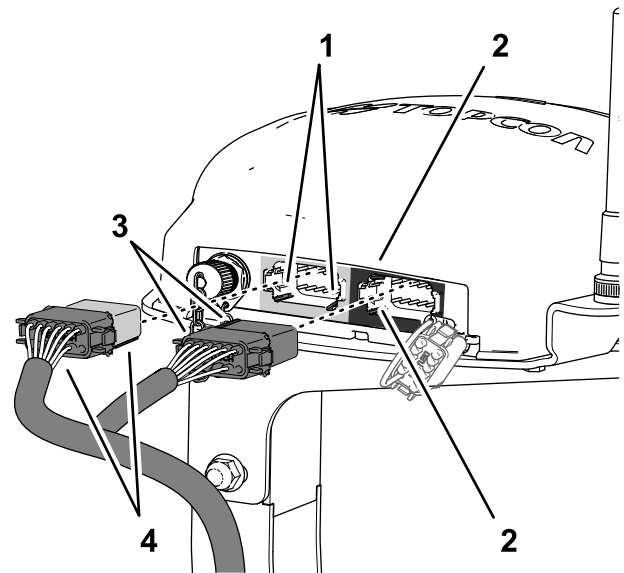

Figura 197
- Alinhe as duas abas no lado comprido do conector de 12 tomadas cinzento e preto da cablagem dos dados com as duas ranhuras para abas na parede horizontal inferior do conector de 12 pinos esquerdo (cinzento) do recetor de navegação (Figura 197).
- Ligue o conector de 12 tomadas cinzento e preto da cablagem dos dados ao conector de 12 pinos esquerdo (cinzento) do recetor de navegação até o conector ficar preso com firmeza (Figura 197).
- Alinhe as duas abas no lado curto do conector de 12 tomadas preto da cablagem dos dados com as duas ranhuras das abas na parede vertical esquerda do conector de 12 pinos direito (preto) do recetor de navegação (Figura 197).
- Ligue o conector de 12 tomadas preto da cablagem dos dados ao conector de 12 pinos esquerdo (preto) do recetor de navegação até o conector ficar preso com firmeza (Figura 197).